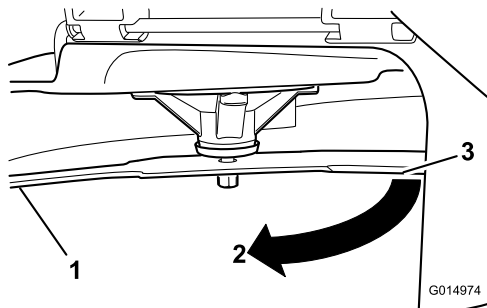

Figura 59
3. Distancia medida entre la cuchilla y la superficie (A)
4. Gire la misma cuchilla 180 grados de manera que el otro extremo esté en la misma posición (**Figura 59**).